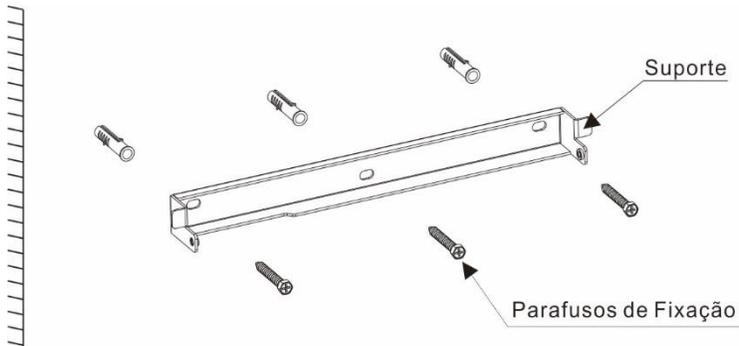

Figura 4.4 Montagem do inversor na Parede
2. Certifique-se de que o suporte está na horizontal e respectivos com os furos de montagem (na Figura 4.4) que estão marcados corretamente. Faça os furos na parede ou pilar em suas marcas.